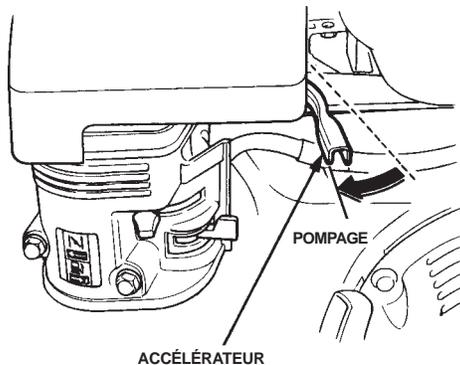

Figure 15. Accélérateur (position de pompage)
- Pour commencer à pomper, régler l'accélérateur (figure 15) à la position de **POMPAGE**.